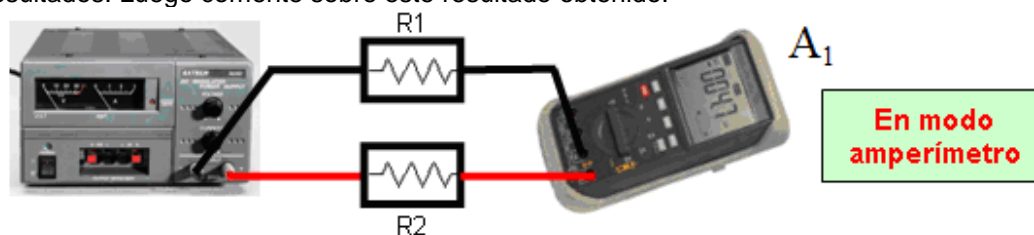

Figura 3.4. Esquema de conexión de los elementos del arreglo de resistencias en serie.
14. Arme el circuito eléctrico mostrado en la figura 3.4, donde el amperímetro está conectado en serie con las resistencias R_1 y R_2 . Los valores de **resistencia R_1 (década X10) y R_2 (década x100) serán indicados por su JP.**